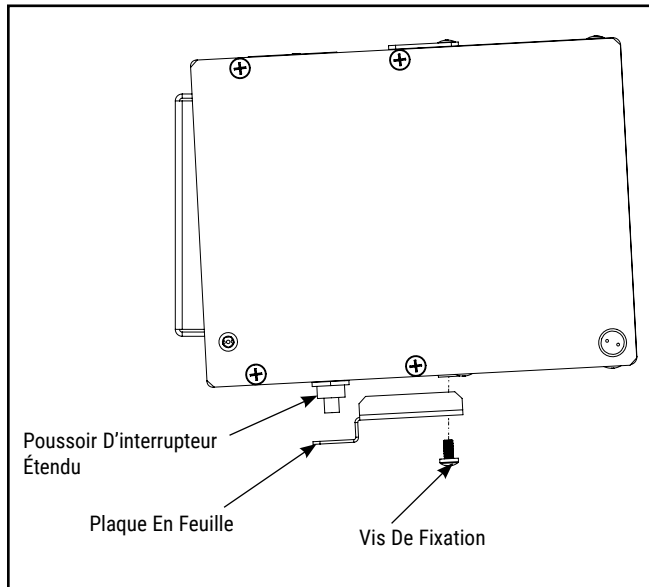
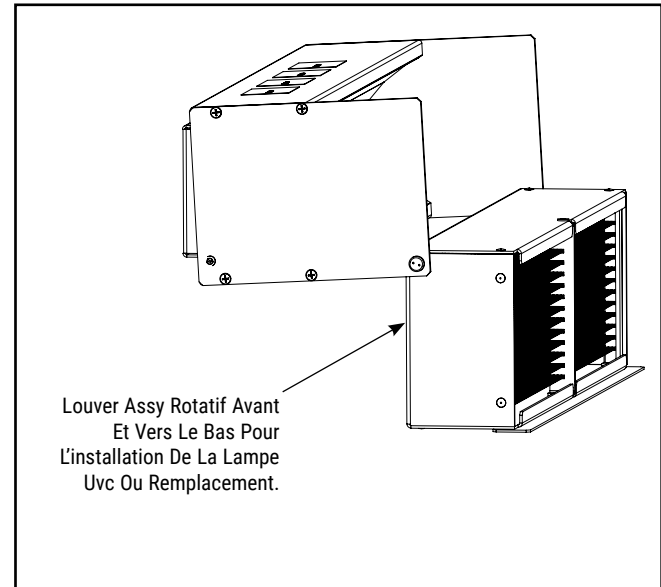

Figure 4.
Figure 5.
1. Retirez la vis fixant la plaque de tôle au fond du boîtier et retirez la plaque. Voir Figure 4. Notez que ce faisant, le poussoir d'un interrupteur de sécurité se déploie. Cet interrupteur est un dispositif de sécurité qui assurera l'extinction de la lampe UVC. Cette fonction de sécurité n'est PAS un substitut approprié pour ne pas déconnecter le service CA au disjoncteur lors d'un changement de lampe futur.
2. Faites pivoter l'ensemble de persiennes vers l'avant et vers le bas pour accéder à la chambre de la lampe UVC. Voir la Figure 5. Insérez la lampe dans les supports de lampe et tournez la lampe pour la fixer. Faites pivoter l'ensemble de persiennes dans position d'origine et remplacez la plaque de tôle et la vis retirées à la Figure 4. Assurez-vous que le poussoir de l'interrupteur de sécurité est enfoncé par la plaque de tôle.